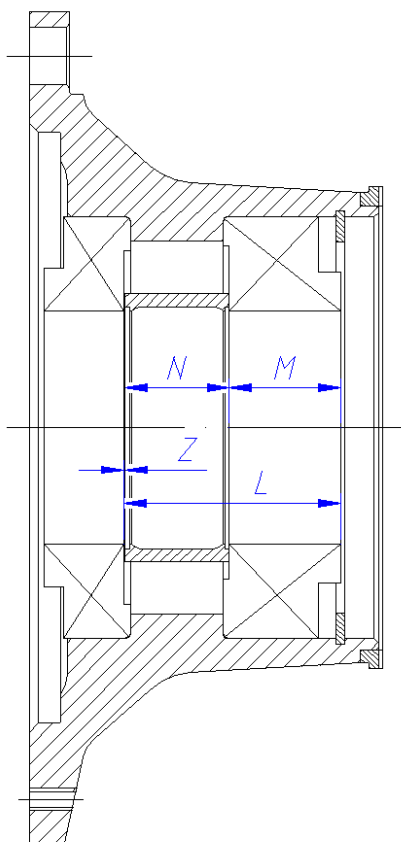

Рис. 7. Размеры для расчета сборки ступицы
1. В головку ступицы дискового колеса вставить барабанные болты (58). С наружной стороны в ступицу запрессовать наружное кольцо роликового подшипника 30221 (57), с внутренней стороны наружное кольцо роликового подшипника 32221 (51). Чтобы не перепутать кольца подшипников, следует перед сборкой маркировать наружные и внутренние кольца подшипников соответствующими цифрами.
2. Ступицу положить на внутреннее кольцо наружного подшипника (с использованием соответствующей прокладки) так, чтобы можно было измерить размеры, необходимые для расчета толщины прокладок, вставляемых между распорной втулкой и наружным подшипником. Эти прокладки обеспечивают регламентируемую натяжку подшипников ступицы колес, который должен быть  $\pm 0,05$  мм (рис. 7).